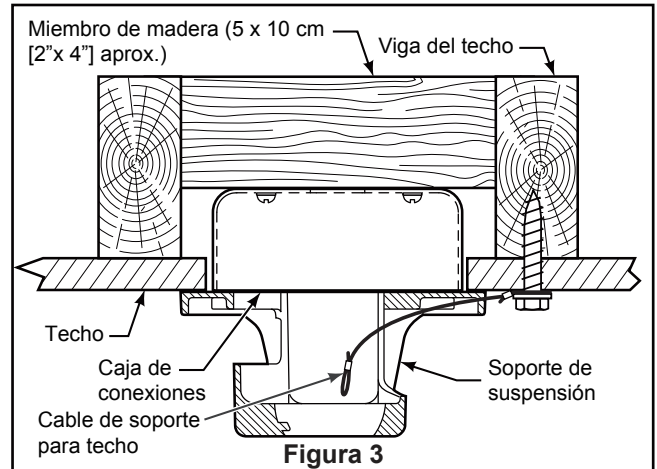

Figura 3
Uso del soporte (Figura 3)
3. Afloje los dos tornillos de fijación del soporte del barral de soporte para techo a través de la varilla. Introduzca los cables de color negro, blanco y azul cables y cable de seguridad a través de la varilla. (Figura 3)
1. Perfore un orificio de 1/4" en la estructura del edificio para evitar grietas con la instalación del tornillo de intervalo. Utilice el tornillo de intervalo de 3/8"x 2" y la arandela plana para fijar el cable de seguridad a la viga del techo o a la estructura de madera. Dicho tornillo pasará a través de arandela plana, la presilla del cable de seguridad y se fijará en la estructura del edificio. (Figura 3)
NOTA: el cable de soporte para techo no se puede asegurar solamente a la caja de conexiones; se debe asegurar directamente a la viga de techo o miembro estructural con el tornillo de cabeza cuadrada de 3/8"x2" y la arandela plana. (Figura 3)
- 2. Una vez realizadas las conexiones, gire los conductores hacia arriba y, con cuidado, colóquelos dentro de la caja de salida; con los conductores blancos y verdes hacia un lado y los conductores negros hacia el otro. (Figura 3)
- 5. Ajuste las aspas ensambladas y los soportes al buje del motor con los tornillos y las arandelas de seguridad suministrados. (Figura 3)